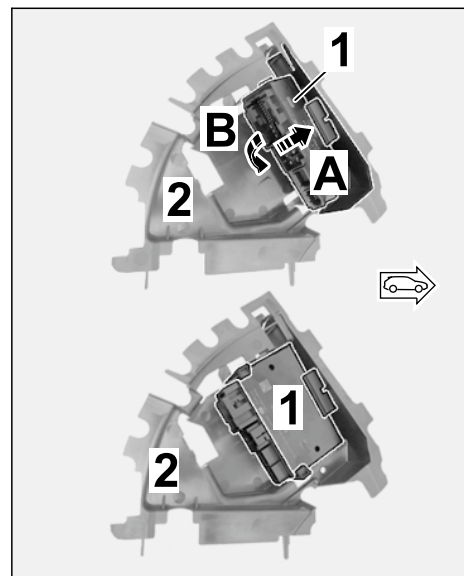

Рис. 13
2.4.5 Установить БУ тягово-сцепного устройства в держатель ($\Rightarrow$ Рис. 13).